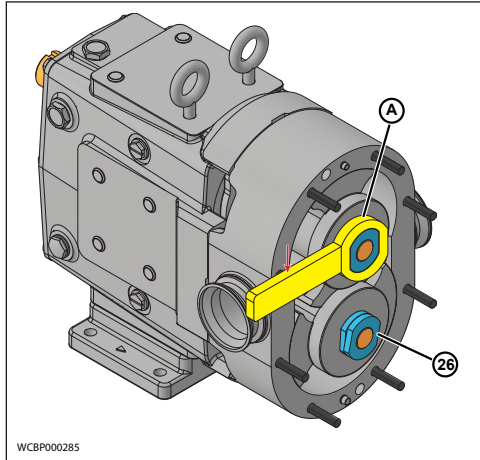

Figure 33 - Dépose des écrous de retenue du rotor
2. Retirez les écrous de retenue du rotor (26). Utilisez la clé spéciale (A) fournie avec la pompe et frappez fortement la poignée à l'aide d'un marteau doux pour desserrer les écrous (26) (figure 33).